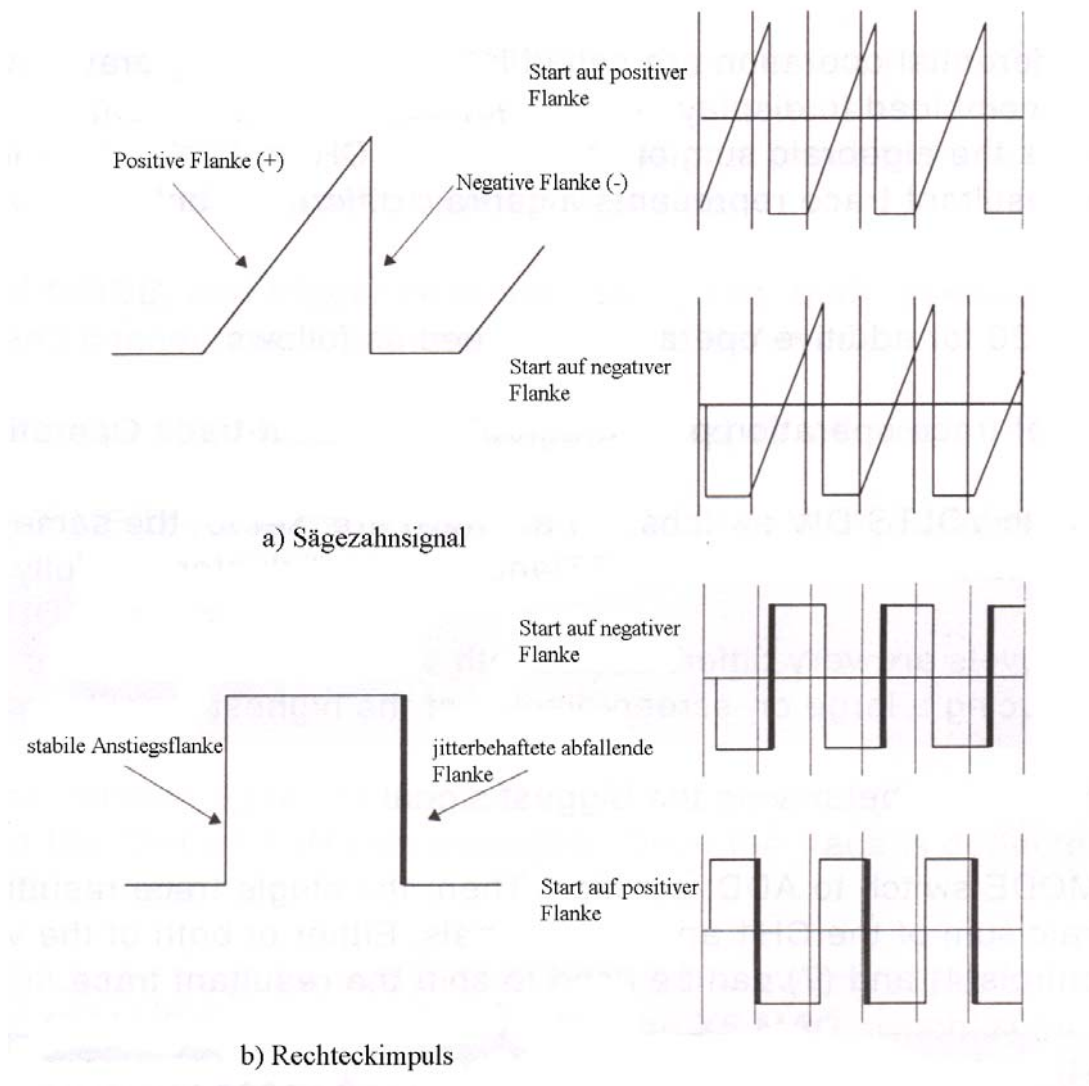

Abb. 2-4 Wahl der Triggerflanke
Die Einstellung des Flankenwahlschalters (8) SLOPE bestimmt, ob die Triggerung der Zeitbasis mit der positiven oder negativen Flanke des Triggersignals erfolgt (Abb. 2-4). Als Triggerflanke sollte immer die steilste bzw. stabilste Flanke verwendet werden. Bei dem in Abb. 2-4 a) gezeigten Beispiel würden kleine Änderungen der Amplitude auf der ansteigenden Flanke des Sägezahn-Signals zu Jitter führen, wenn diese Flanke als Triggerflanke für die Zeitbasis gewählt würde; bei Wahl der steil abfallenden Flanke als Triggerflanke würden die selben Amplitudenänderungen zu keinerlei negativen Auswirkungen führen.
Im Beispiel der Abb. 2-4 b) sind beide Flanken steil ansteigend bzw. abfallend. Die abfallende Flanke ist jedoch mit Jitter behaftet und würde bei Verwendung als Triggerflanke zu instabiler Darstellung des Signals führen. Die Wahl der stabilen Anstiegsflanke als Triggerflanke resultiert in einer stabilen Darstellung des Signals, das nur den Original-Jitter auf der abfallenden Flanke beinhaltet. Im Zweifelsfall versuchsweise beide Flanken ausprobieren und dann die Flanke mit dem besseren Resultat als Triggerflanke wählen.
Die Stellung des Pegelreglers bestimmt den genauen Triggerpunkt auf der gewählten Triggerflanke zur Triggerung der Hauptzeitbasis. Abbildung 2-4 c) zeigt die Auswirkung der Stellung des Pegelreglers auf die Darstellung des Signals. Die Symbole 0, + und - bezeichnen den Nulldurchgang und den Anstieg in positiver bzw. negativer Richtung des Signals. Bei einer sehr steilen Triggerflanke (z. B. bei Rechteckimpulsen) zeigt das Signal bei einer Veränderung der Stellung des Pegelreglers so lange keine Auswirkung, bis der Regler über den positivsten bzw. negativsten Punkt der Kurve hinausgedreht wird. Geschieht dies bei automatischer Ablenkung (Schiebeschalter (14) in Stellung AUTO), so erfolgt die Darstellung am Bildschirm freilaufend, geschieht dies mit dem Schiebeschalter (14) in Stellung NORM, verschwindet das Signal vom Bildschirm. Bei Sinussignalen und langsam ansteigenden Sägezahn-Signalen sollte der Triggerpunkt immer auf die Mitte der Triggerflanke gelegt werden. Dieser Teil ist normalerweise der stabilste und am wenigsten störanfällige Teil des Signals.